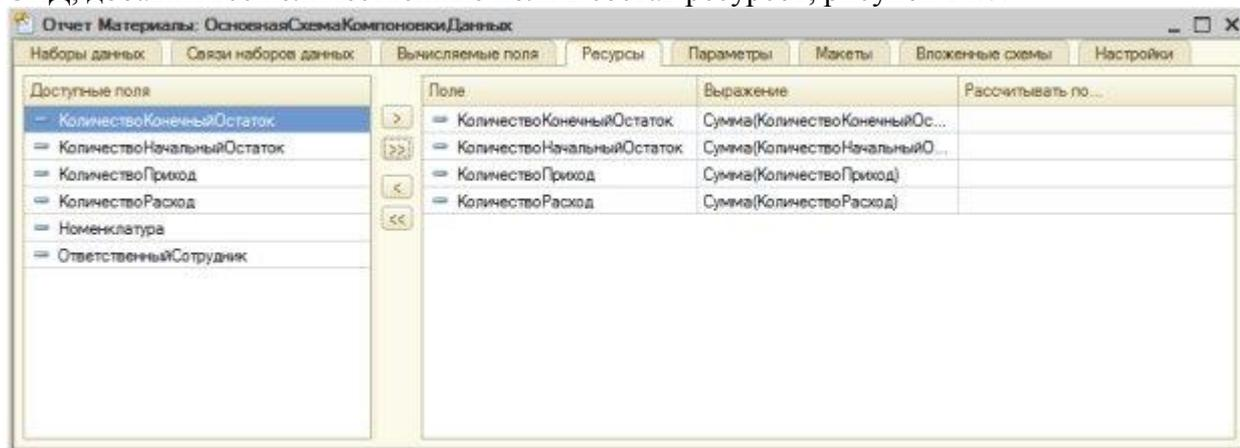

Рисунок 14.7 - Настройка состава ресурсов
18. Наждем **ОК** в окне конструктора запроса, перейдем на закладку **Ресурсы** окна редактора СКД, добавим все количественные поля в состав ресурсов, рисунок 14.7.